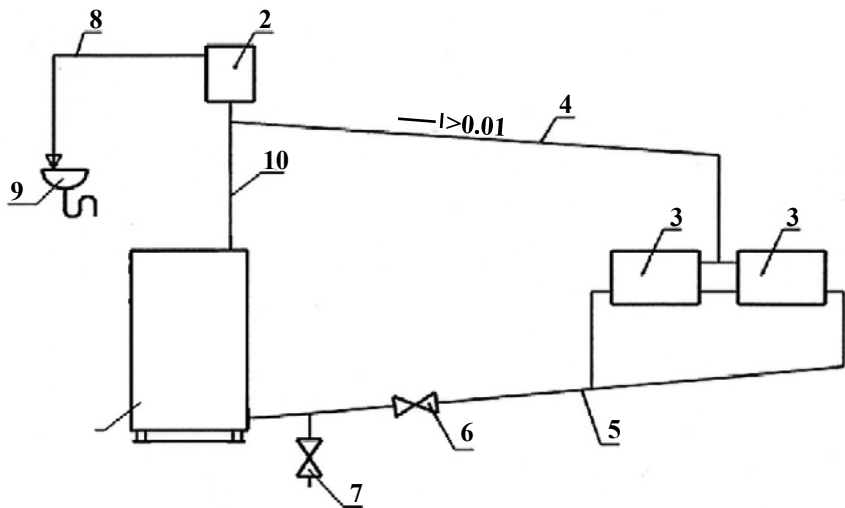

Рис. 5 Схема открытой системы отопления
5.3. В зимнее время, если требуется прекратить топку на срок свыше суток, во избежание замерзания необходимо полностью освободить котёл и систему отопления от воды через сливные краны (поз.8 рис.4 или поз.7 рис.5).